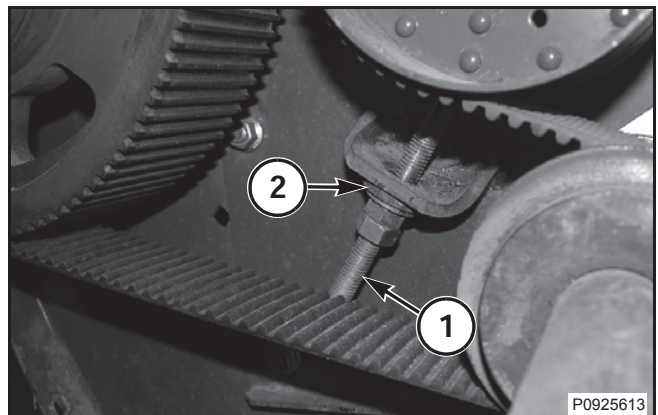

FIG. 27
FIG. 27: Correa Nueva: Ajuste la correa de accionamiento del caracol hasta que haya un espaciamento de 73 a 77 mm (2,87 a 3,07 pulg.) entre la extremidad del tornillo (1) y la arandela del pivote (2).